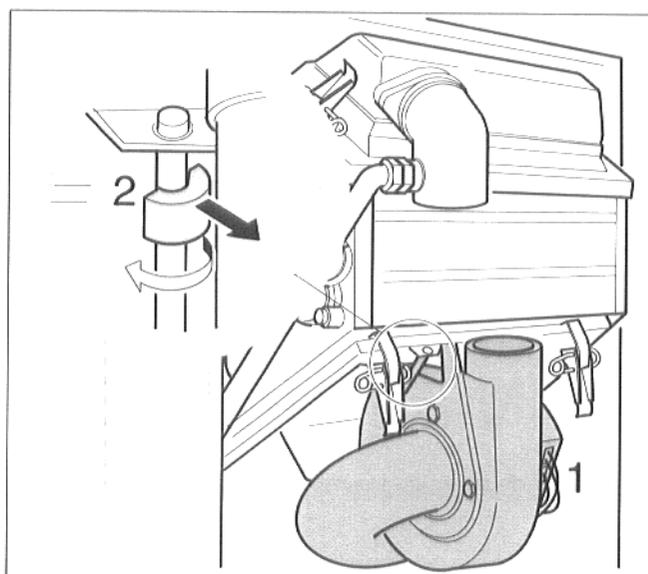

Abb. 32 Haltesicherung
- Stecker am Gebläse abziehen (Abb. 32, Pos. 1).
- Haltesicherung am Gebläse drehen und herausziehen (Abb. 32, Pos. 2).